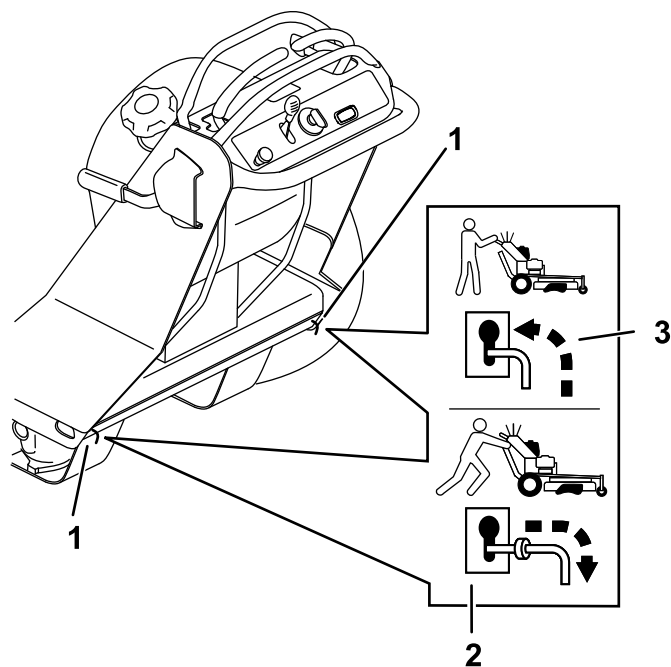

Figura 21
4. Mova as alavancas de derivação para trás através do orifício da chave e para baixo para as bloquear no lugar (Figura 21).
Mova as alavancas de derivação para a frente através do orifício da chave e para baixo para as bloquear no lugar, como se mostra na Figura 21.